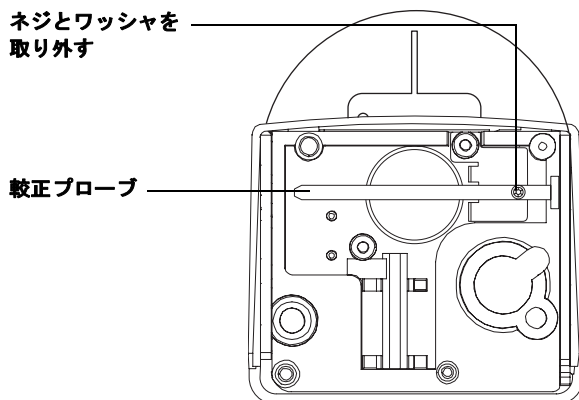

図61 較正プローブを取り外す
- 5 マウンティングポストからインジェクタを取り外してから、インジェクタの底部から較正プローブを取り外します。図61を参照してください。後からのプローブ保管のために、ネジとワッシャを取っておきます。
- 11 調整が完了すると、オレンジ色のAlign Modeライトが消えます。較正プローブを取り外し、ステップ5で取り外したネジを使ってそれをタレットの下のカランプに固定します。図61を参照してください。